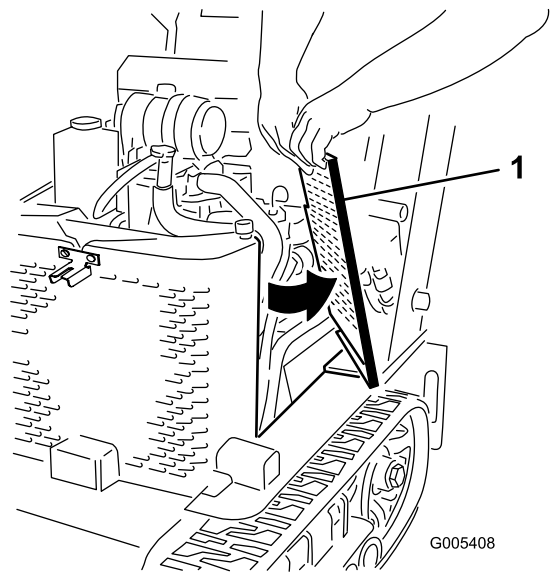

Figure 31
2. Faites coulisser les panneaux latéraux (Figure 31) vers le haut pour les sortir des fentes du panneau avant et du châssis.